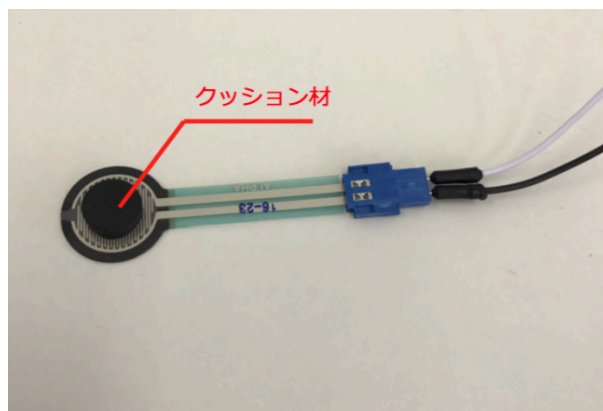

図 6: 感圧センサ
1.2 図 6 の電子部品（感圧センサ ALPHA-MF01-N221-A01）を次のような点から調べなさい。